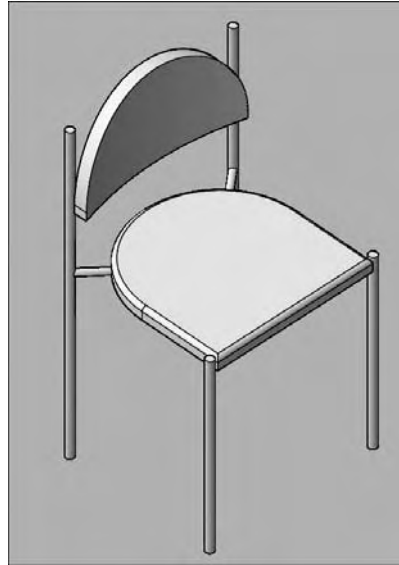

Fig.14.19
- 10] Pour terminer vous pouvez arrondir le bord de la chaise par un raccord de 1 cm (fig.14.19).